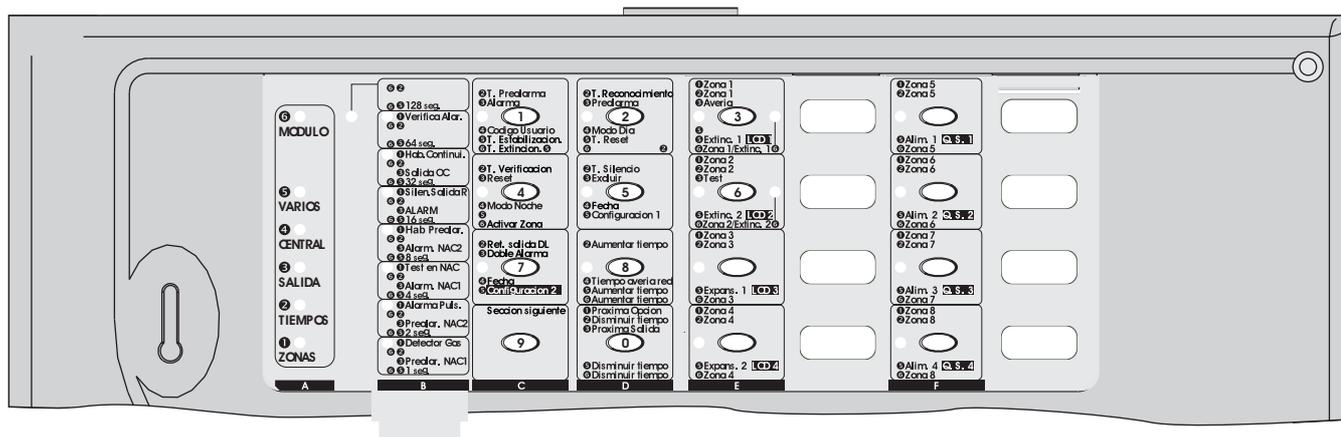

Figura 28 Usando la plantilla de Programación con la Central J408
4. Quite los agujeros (de los LEDs) e inserte las pestañas de la Plantilla de Programación en las ventanas de las etiquetas de Zona, como se muestra en la Figura 28.